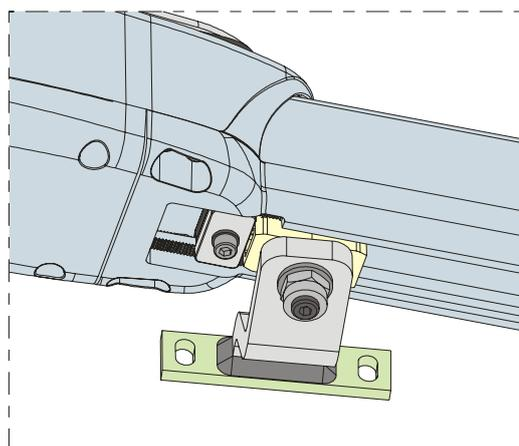

Fig. 18
- 4) Desplace el bloqueo hasta colocarlo cerca del empalme como se indica en la Fig.18.